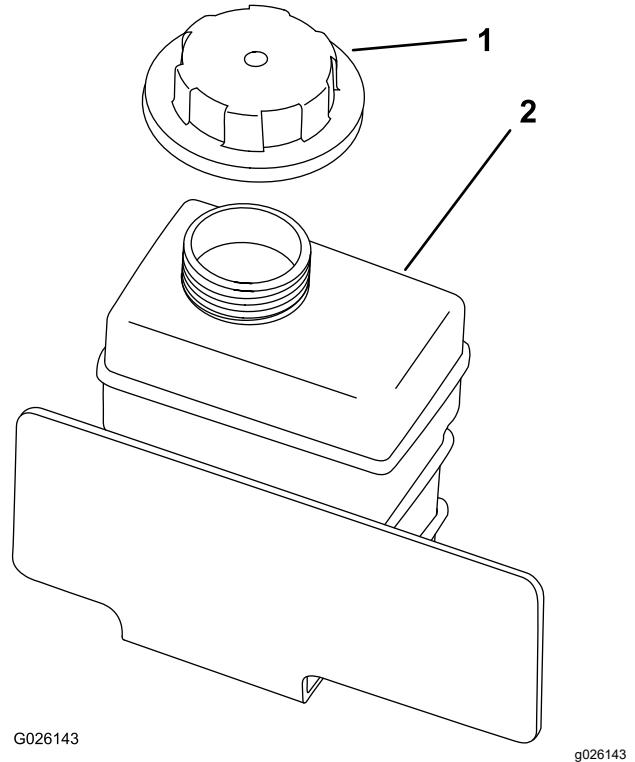

Figure 56
8. Remplissez lentement le vase d'expansion jusqu'à ce que le niveau atteigne la base du goulot de remplissage (Figure 56).
9. Remettez en place le bouchon du vase d'expansion (Figure 56).